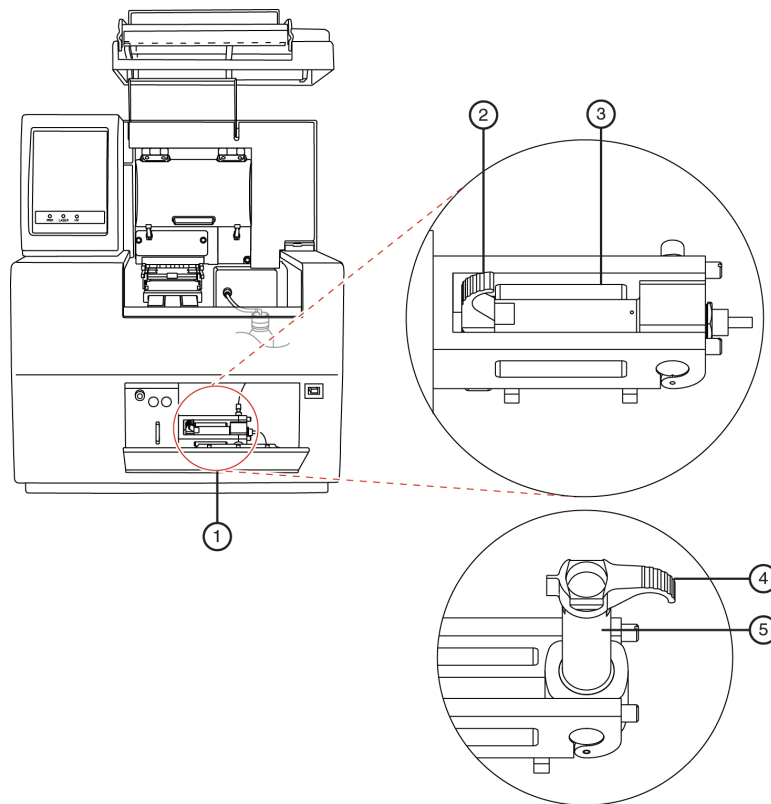

图 3.51 拆卸 / 更换凝胶盒
2. 在顶盖上轻轻推入，打开凝胶泵/凝胶盒通道盖（图 3.51）。（盖上装载弹簧，会弹开。）